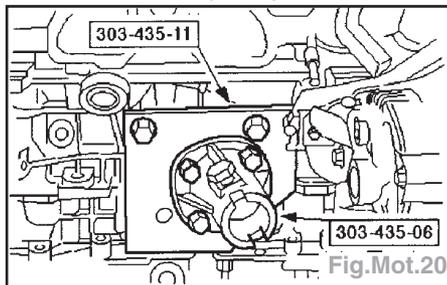

Fig.Mot.20
- Poser le support de fixation sur la plaque de montage (Fig.Mot.20).